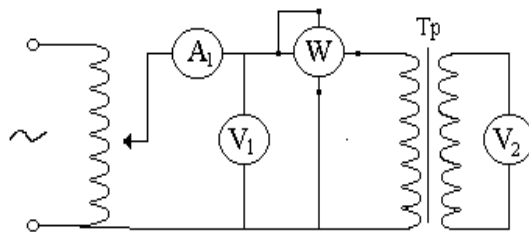

Рис. 1.
Потери в стали можно измерить в режиме холостого хода трансформатора (рис. 1). Потери в меди измеряются в режиме короткого
1. Соберите электрическую цепь по схеме (рис. 1) для исследования холостого хода трансформатора.